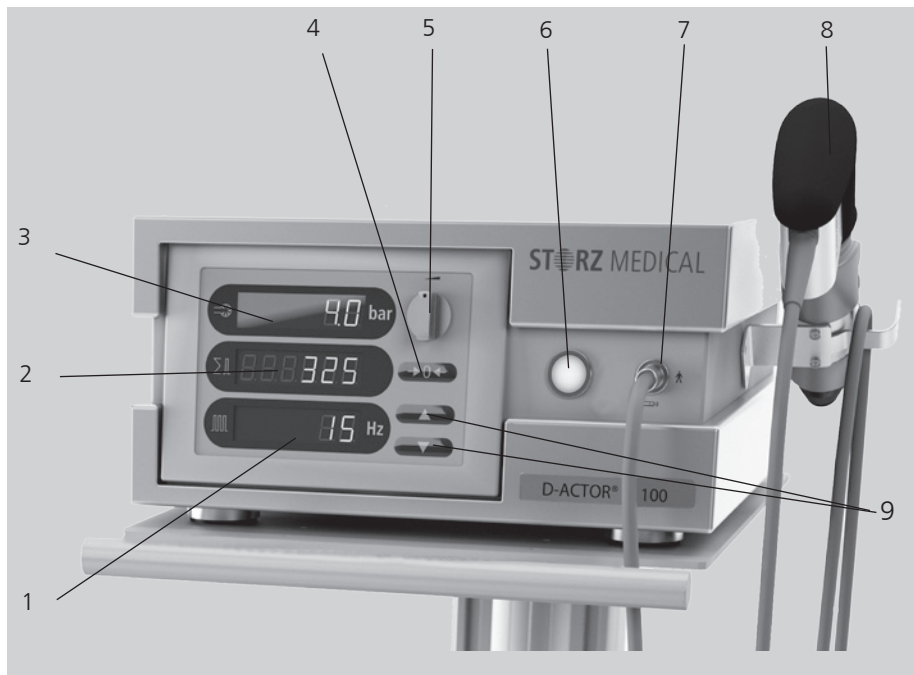

Bild 3-1 Einstellen der Energie am Steuergerät
- Stellen Sie die Energie der Schüsse mit dem Drehknopf (Bild 3-1/5) auf einen Anfangswert von 1,5 bar ein.
Der Wert wird auf der Druckanzeige (Bild 3-1/3) angezeigt.
- Setzen Sie den Behandlungspulszähler (Bild 3-1/2) mit der Reset-Taste (Bild 3-1/4) an der Frontseite des Geräts zurück.
- Vor jeder Behandlung den Behandlungspulszähler (Bild 3-1/2) am Steuergerät durch Drücken der Reset-Taste (Bild 3-1/4) auf Null stellen.